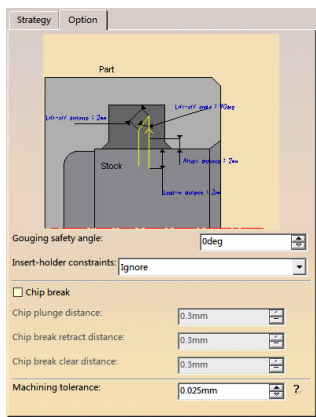

图 6-63 “Option”选项卡（3）
- 单击“Option”选项卡（3），设置切入/切出参数，如图 6-63 所示。